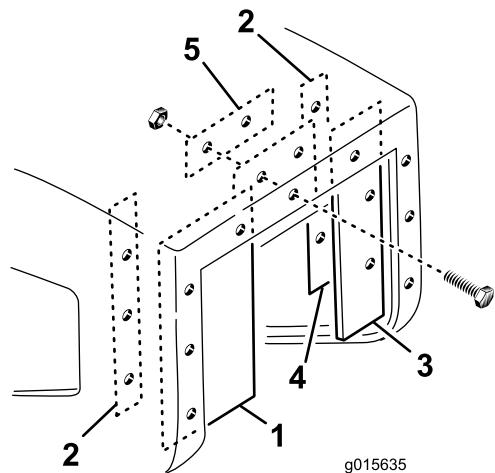

Figura 22
- Sujete el protector ancho al borde izquierdo interno de la apertura de la tolva con una arandela larga, 3 tornillos (Nº 10 x 1") y 3 tuercas con arandela prensada (Nº 10), como se muestra en Figura 22.
- Sujete el protector estrecho al borde derecho interno de la apertura de la tolva con una arandela larga, 3 tornillos (Nº 10 x 1") y 3 tuercas con arandela prensada (Nº 10), como se muestra en Figura 22.
tornillos (Nº 10 x 1") y 2 tuercas con arandela prensada (Nº 10), como se muestra en Figura 22.